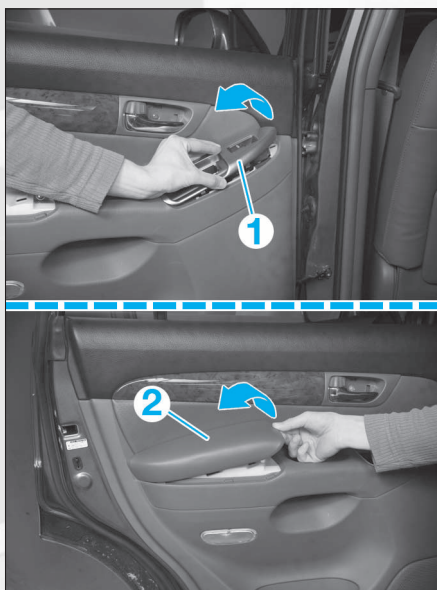

FIG. 48
- Dégrafer le module des contacteurs de vitre électrique (1) (Fig.48) (selon équipement).
- Dégrafer l'accoudoir (2)